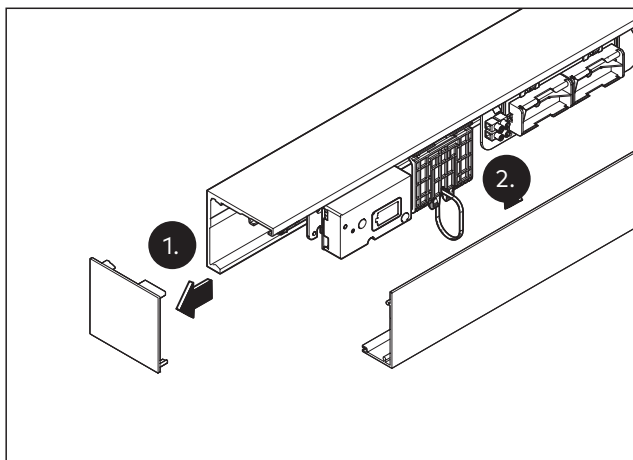

Abb. 7 Die Endkappe und das Abdeckprofil demontieren
1. Demontieren Sie die Endkappen (Abb. 7/1) und das Abdeckprofil (Abb. 7/2) von der Laufschiene.